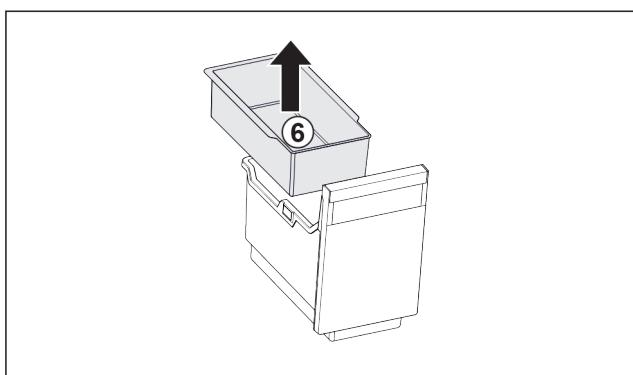

Fig. 85
- Vyjměte závěsnou misku Fig. 85 (6).